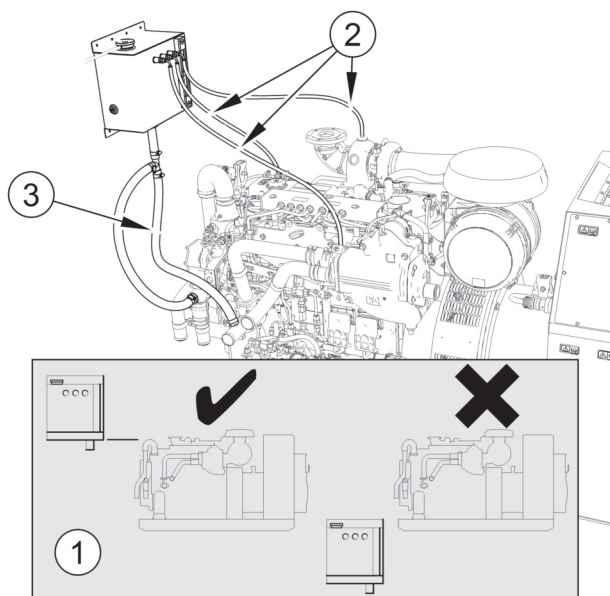

Abbildung 33
- 1 Montieren Sie das externe Ausdehnungsgefäß in einer Position, in der die Unterseite der Einheit der Darstellung in Abbildung 33 entspricht.